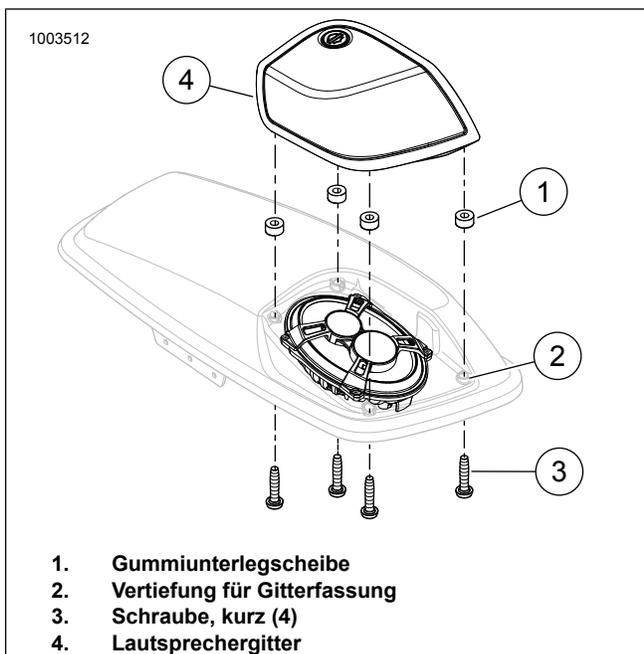

Abbildung 10. Einbau und Ausbau des Gitters
2. Siehe Abbildung 10. Gummiunterlegscheiben (1) sicher in der Gitterfassung (2) anbringen.
3. Sicherstellen, dass die Gummiunterlegscheiben (1) ordnungsgemäß positioniert sind. Das Lautsprechergitter (4) über der Lautsprechervorderseite in Einbaustellung bringen. Mit den vier kurzen Schrauben (3) befestigen. Die Schrauben abwechselnd anziehen auf ein Drehmoment von: